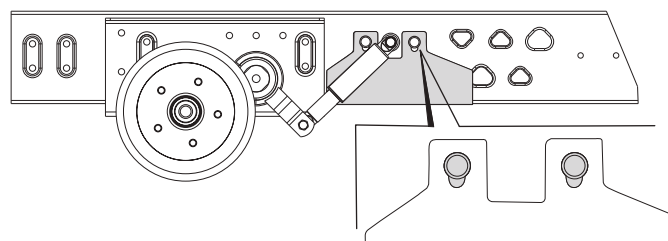

Fig. 16
- Adatto per caravan fino a 2000 kg con Knaus Tabbert / Dyonic telaio AB4 con uno spessore del telaio inferiore a 2,8 mm (Fig. 16).